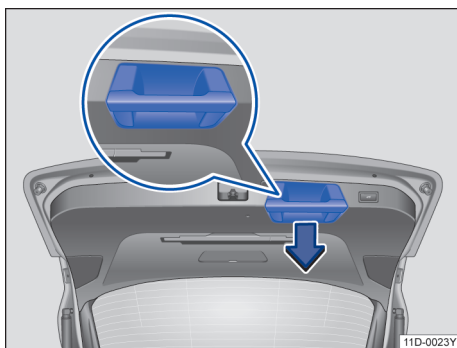

图 51 关闭行李厢盖的把手
- 抓住内饰板上的把手快速用力向下拉行李厢盖，使其卡止在锁中→ 图 51，→ .